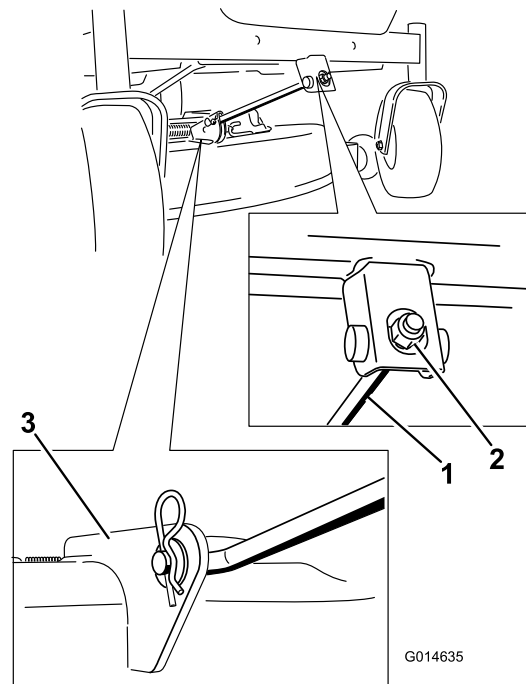

Figura 57
4. Retire la chaveta de la varilla de sujeción delantera y retire la varilla del soporte de la carcasa (Figura 57).
- Conecte la varilla de sujeción delantera a la carcasa de corte con el pasador y la chaveta (Figura 57).